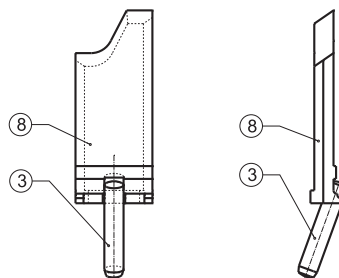

Abb. 9
2. Gewindestifte (1) mit Torxschlüssel soweit lösen (5 Umdrehungen), dass die Profilschneide (2) zusammen mit dem profilierten Spanbrecher (7) und der Druckbacke (6) aus dem Messersitz vollständig entfernt werden kann.
3. Profilierte Stützplatte (8) aus dem Messersitz entfernen.
5. Neue Stützplatte (8) mit neuem Profil in die Messeraufnahme einsetzen. **Darauf achten, dass der Positionierstift (3) exakt in die dafür vorgesehene Aufnahme der Stützplatte eingreift (s. Abb. 9).**